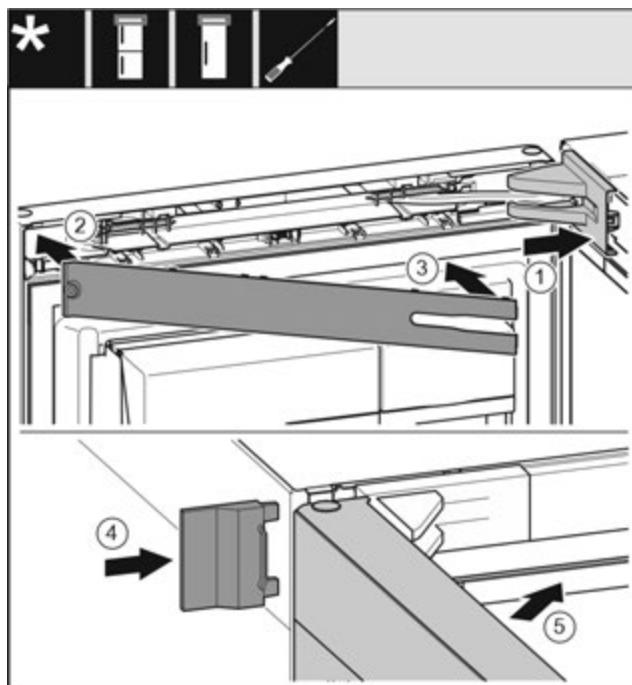

Fig. 22
- ▶ Встановіть та зафіксуйте кришку опорного кронштейна, у разі необхідності – обережно розтисніть. Fig. 22 (1)
- ▶ Встановіть панель. Fig. 22 (2)
- ▶ Поверніть і зафіксуйте панель. Fig. 22 (3)
- ▶ Насуньте зовнішню кришку. Fig. 22 (4)
- ▶ Закройте верхні дверцята. Fig. 22 (5)